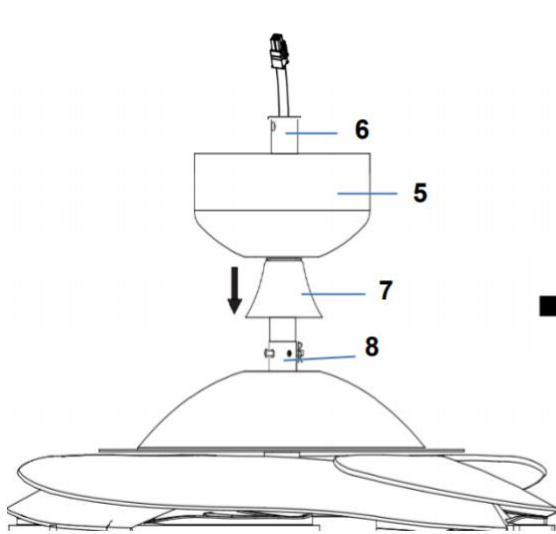
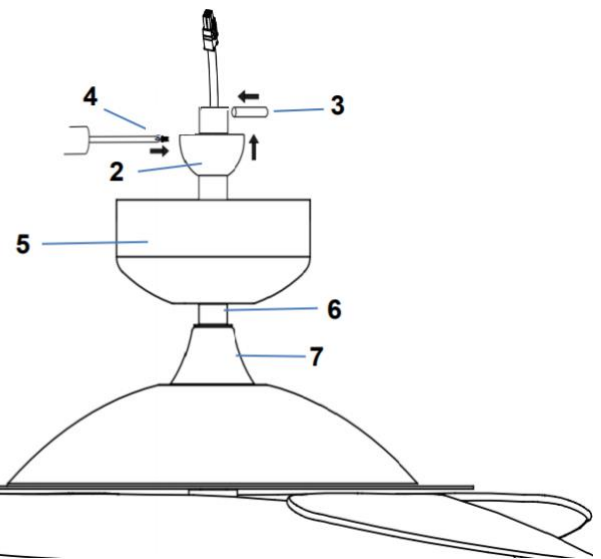

Fig. 4.5
Fig. 4.6
6. Fare scorrere la copertura decorativa (7) lungo l'asta (6) fino a coprire il raccordo dell'asta (8) (Fig. 4.5)
7. Posizionare la calotta (5) sull'asta (6), reinstallare il giunto sferico (2) e il perno (3) sull'asta (6) e fissarli serrando le viti di fissaggio (4) (Fig. 4.5 e Fig. 4.6).